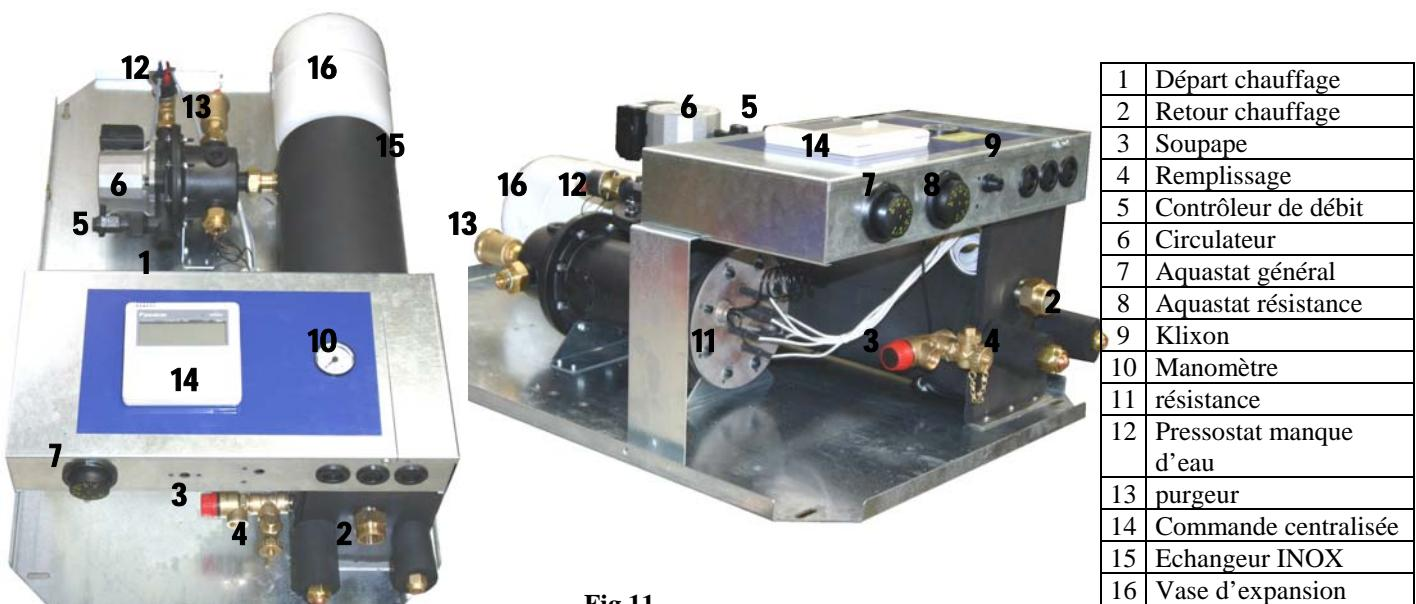

Fig.11
- Vérifier le réglage de l'aquastat limiteur (Aq1, fig11-p.6) ; réglage usine : 50 °C.
- Pour les machines équipées d'une résistance électrique, régler l'aquastat de résistance AqR (fig11-p.6) en fonction du type des émetteurs installés (35°C maxi pour un plancher ; 45°C maxi pour des radiateurs.)
Nota : un aquastat limiteur départ plancher chauffant (Aq1, fig.11-p.6) permet de régler la température maximum de départ d'eau. Le réglage usine est 50 °C (valeur maximum). Cet aquastat peut être réglé ponctuellement à une valeur inférieure, notamment pendant la première mise en température du plancher chauffant.
: Lorsque la température d'eau atteint la consigne de l'Aq1 (fig.11-p.6), celui-ci demande l'arrêt de l'unité extérieure après 2 minutes de dépassement.
2. La température de départ plancher chauffant doit être inférieure au réglage de l'aquastat résistance (Aq R, fig.11-p.6).
4. S'assurer que l'Aq R (fig.11-p.6) est réglé à une valeur d'au moins 35 °C pour un plancher chauffant et de 45°C pour des radiateurs.
4. Enclencher l'autorisation de marche de l'unité extérieure à l'aide du bouton **6** de la commande centralisée (diode rouge allumé **1** : fig.11-p.6).